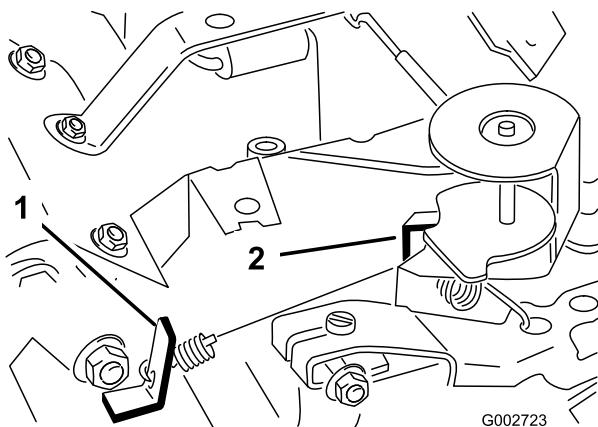

Figura 38
5. Desloque a alavanca do regulador para a posição Fast (rápido). Dobre o batente da mola de velocidade elevada (Figura 38) até obter uma velocidade de 3400 ± 50 RPM.
3. Dobre o batente da mola de velocidade intermédia (Figura 38) até obter uma velocidade de 1725 ± 50 RPM. Verifique a velocidade com um tacómetro.